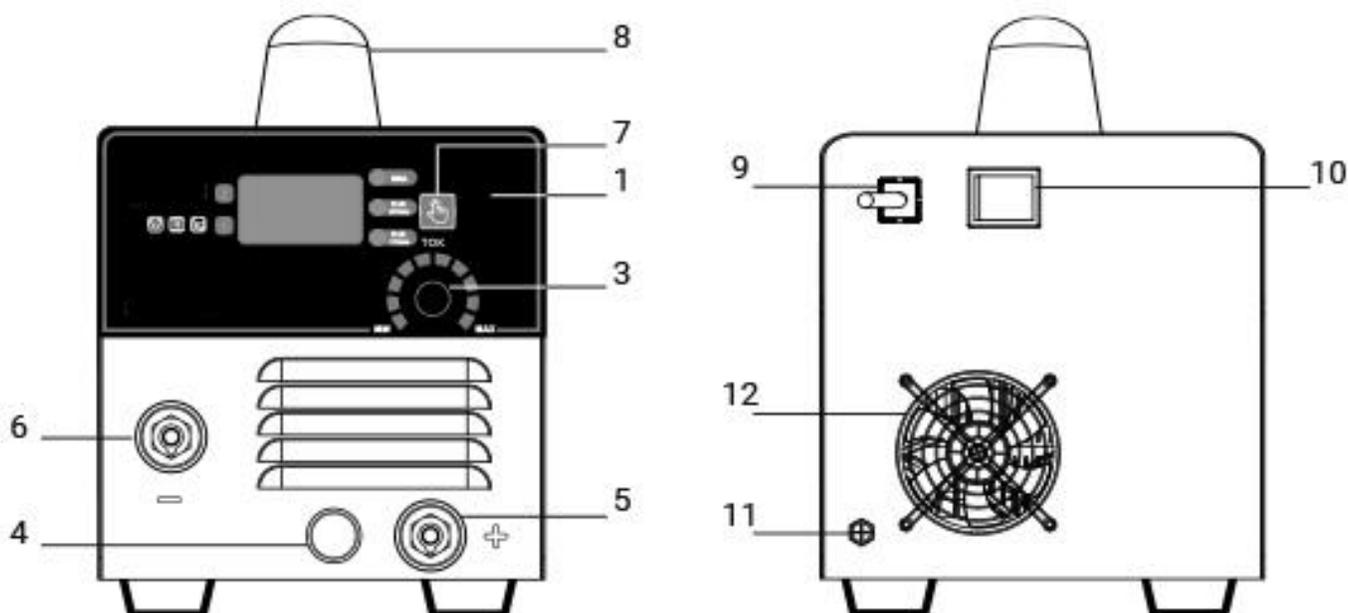
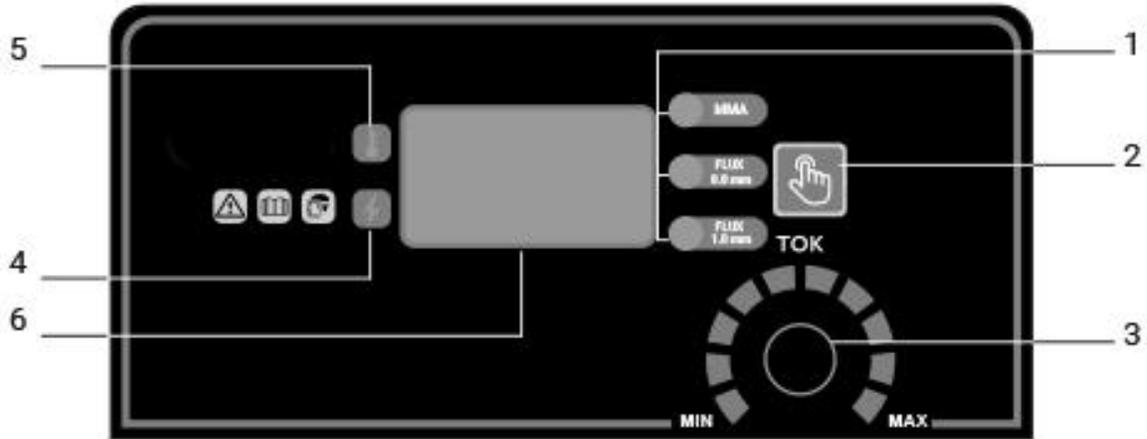

Рис. 1.
Рис. 2
Сварочный инвертор выполнен в металлическом корпусе с вентиляционными отверстиями на боковых и передней стенках и снабжен вентилятором охлаждения (рис. 1, п. 12) для отведения излишнего тепла. В передней части находятся разъёмы для подключения силовых проводов ММА (рис. 1, п. 5, 6), а также разъем для подключения сварочной горелки MIG/NoGas (рис. 1, п. 4), регулировка сварочного тока (рис. 1, п. 3), панель управления (рис.1, п. 1) и кнопка выбора режима сварки (рис. 1, п. 7). На боковой панели скрытый под внешней крышкой корпуса расположен механизм подачи сварочной проволоки, шкив а также подающий механизм сварочной проволоки.
Для начала работы выберите необходимый режим сварки нажав на кнопку (рис. 2, п. 7), в зависимости от используемой сварочной проволоки или электродов предусмотрено несколько режимов:
- силовой провод с электродержателем должен подключаться к разъему «+» (рис. 1, поз. 5), за исключением случаев использования кислотных электродов (перед подключением необходимо ознакомиться с информацией на упаковке с электродами);
- силовой провод с зажимом подключается к разъему «-» (рис. 1, поз. 6), а зажимом крепиться как можно ближе к месту сварки.
- сварочная горелка MIG/NoGas подключается к разъему (рис. 1, поз. 4) на передней панели, в данном случае полярность определяется подключением силового кабеля с зажимом к клеммам «+» или «-».
При сварке MMA электрод необходимо зажимать в электрододержателе силового кабеля поставляемого в комплекте с инвертором, подключите данный кабель к быстрозажимному разъему «+» или «-» (рис. 1 поз. 5, 6) в зависимости от типа электродов.
После подключения сварочного инвертора к сети, для включения необходимо перевести выключатель (рис. 1, поз. 10) в положение «ВКЛ.», после чего загорится индикатор включения (рис. 2, поз. 4).
Выбор режима ММА устанавливается нажатием на кнопку выбора режима сварки (рис. 1, поз. 7), при этом загорится соответствующее индикатор выбранного режима работы.
Необходимое значение сварочного тока можно установить с помощью регулировки (рис. 1, поз. 3).
- подключите инвертор к сети и включите его выключателем (рис. 1, поз. 10), снимите у сварочной горелки сопло и открутите сварочный наконечник, после чего нажмите и удерживайте курок горелки до того момента пока проволока не выйдет из держателя наконечника на 10-15мм.
Установите необходимую величину сварочного тока исходя из параметров используемой проволоки и свариваемого материала регулировкой (рис. 1, поз. 3).
- перевести выключатель (рис. 1, поз.10) в положение «OFF» - выключено.